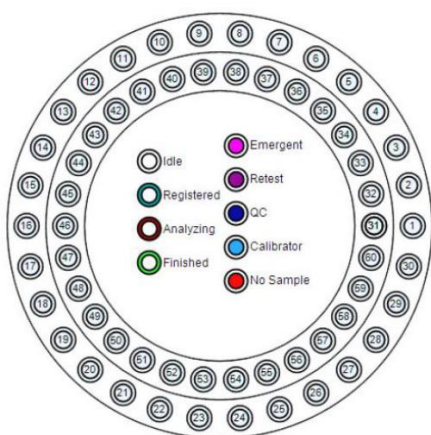

Figura 3-47 Monitoramento de bandejas de amostra
**Monitoramento de status de amostra:** Clique em [Status da amostra] no formulário [Monitor] para exibir o status da bandeja de amostra o lado esquerdo do formulário, como mostrado na figura 3-47, onde a bandeja de amostra utiliza cores diferentes para distinguir o status da amostra. Após ter aplicado um teste de amostra e colocado as amostras necessárias corretamente, é possível iniciar o teste.